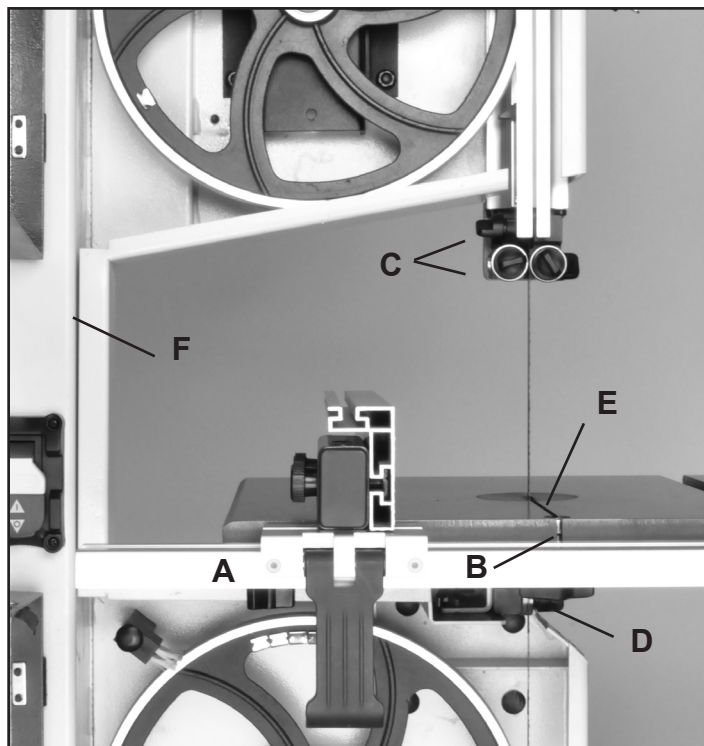

FIGURE 20
1. Retirez le guide à refendre et le rail de guidage de la table. FIG. 20, A.
2. Retirez le boulon de réglage de l'aplomb de la table de la fente de la lame située à l'avant de la table. FIG. 20, B.
4. Éloignez les guides-lames inférieurs et supérieurs des côtés et de l'arrière de la lame de scie. FIG. 20, C, D. Voir aux pages 15 et 16 pour plus de détails.